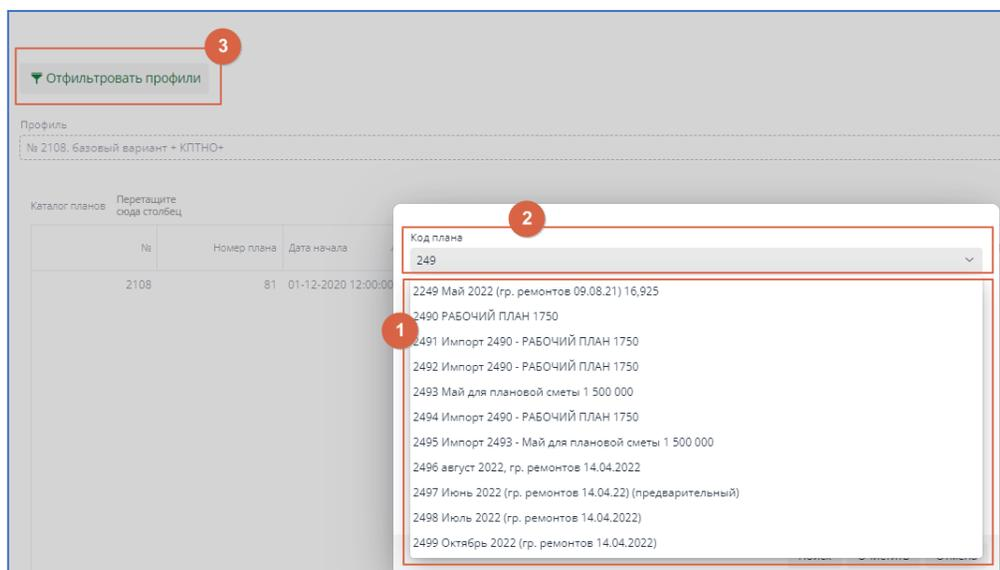

рис. 12.4. Выбор кода плана
- на стартовой странице в поле **Код плана** щелчком ЛКМ открыть выпадающий список всех планов, визуально найти нужный и выбрать его щелчком ЛКМ (см. рис. 12.4. [1]);
- на стартовой странице в поле **Код плана** ввести код вручную. Не обязательно вводить весь код, поиск нужного кода плана будет происходить по мере ввода символов (см. рис. 12.4. [2]). Выбрать нужный план щелчком ЛКМ;
- нажать **Отфильтровать профили** (см. рис. 12.4. [3]), далее в поле **Код плана** найти нужный код одним из способов, описанных выше.